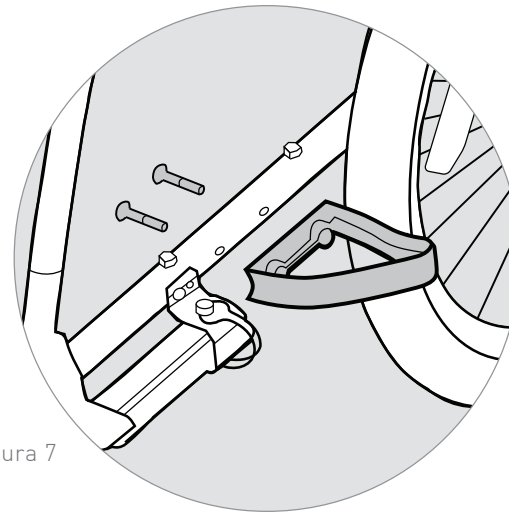

Figura 7
1. Inserte los tornillos de los protectores de las ruedas a través del tubo del marco. Haga coincidir los orificios de los protectores de las ruedas con los tornillos. Apriételos con la llave Allen hasta que queden bien sujetos (Figura 7).